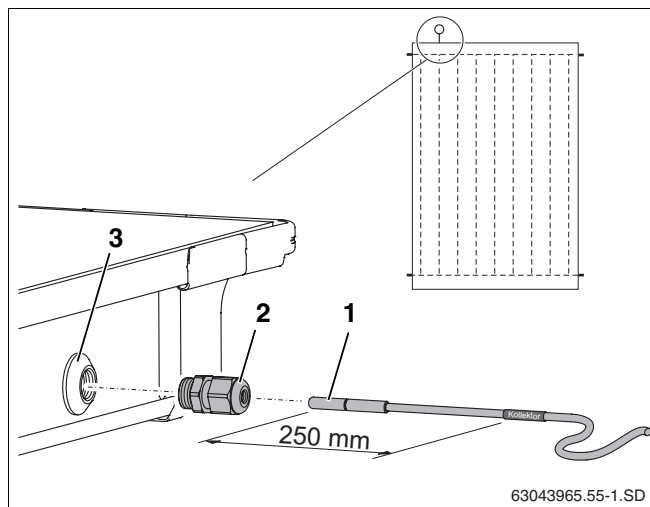

Fig. 33 Inserimento della sonda del collettore nel collettore
Per una perfetta efficienza dell'impianto solare è necessario infilare completamente la sonda del collettore (fig. 33, **pos. 1**) nel tubo della sonda fino all'arresto (ovvero per ca. 250 mm).
- Perforare lo strato isolante del passante della sonda del collettore (fig. 33, **pos. 3**) con la sonda stessa o con un cacciavite.
- Avvitare il giunto a bocchettone (fig. 33, **pos. 2**) nel passante della sonda.
- Serrare a fondo il giunto a bocchettone (fig. 33, **pos. 2**); se necessario, utilizzare un controdado.
Se per errore è stato perforato il passante della sonda (fig. 33, **pos. 3**) di un collettore sbagliato, tale passante dovrà essere chiuso con il tappo del kit di allacciamento. Prima è necessario rimuovere il dado situato dentro il passante della sonda con l'ausilio di un passacavo (fig. 33, **pos. 2**).